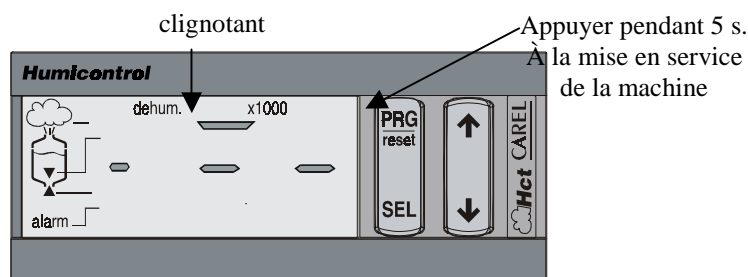

Fig. 11.5.1
- Relâcher, en 3 secondes, la touche PRG pour confirmer le rappel et la mémorisation permanente des paramètres de défaut; après la confirmation de la mémorisation effectuée, le trait supérieur reste allumé pendant 2 secondes (comme affiché à la Fig. 11.5.1);